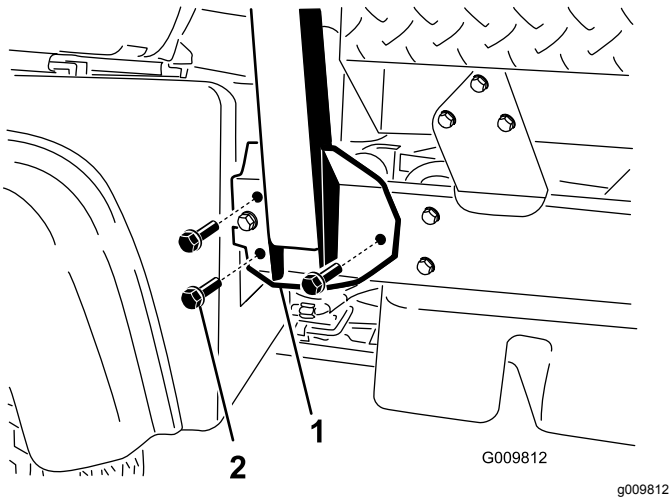

图4
2. 将翻车保护杆的两侧与机器机架两侧中的安装孔对齐 图4。
3. 在每侧各用 3 个凸缘头螺栓 ½ x 1¼ 英寸将翻车保护杆安装支架固定到机器框架上 图4。